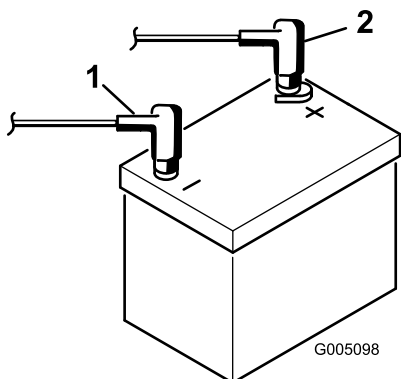

図 7
- 赤いプラスケーブルをバッテリーのプラス端子に、黒いマイナスケーブルはバッテリーのマイナス端子にはめ、ボルトとナットで固定する 図 7。ショート防止のために端子にゴムキャップをかぶせる。